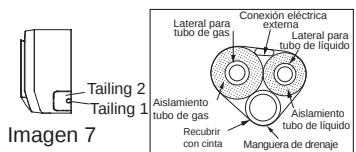

Imagen 7
1. Al disponer los tubos y el cableado de los laterales izquierdo o derecho de la unidad interior corte los extremos de la carcasa si es necesario (imagen 7).